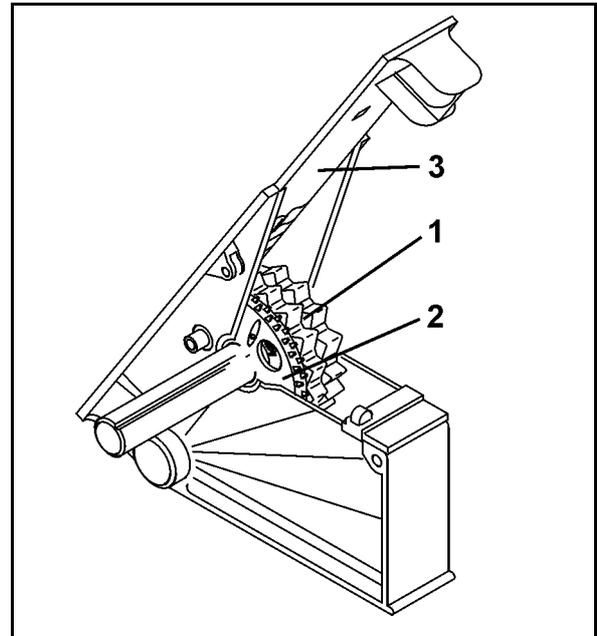

Fig. 12
- Une roue distributrice normale (Fig. 12/1) et
- Une roue distributrice fines graines (Fig. 12/2).
Les glissières de fermeture (Fig. 12/3) sont réglables sur 3 positions et doivent être réglées en fonction de la semence utilisée.